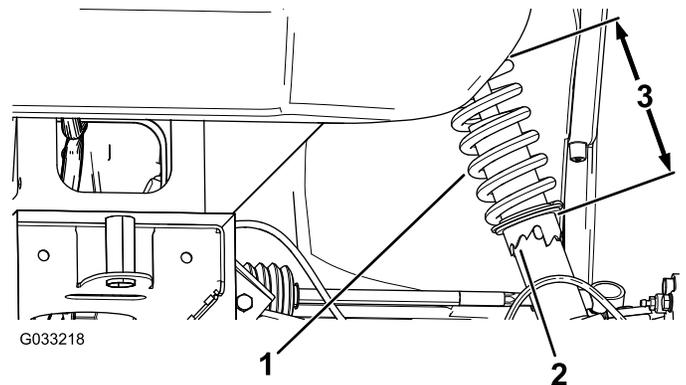

図 53
2. キャンバの調整が必要な場合には、スパナレンチでショックアブソーバのカラーを回してホイールを整列させる図 53。